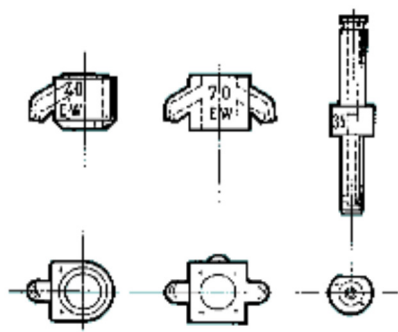

FIG. 41
7.8.9) Gicleur de pompe et Décharge de pompe - Figs. 41 et 42